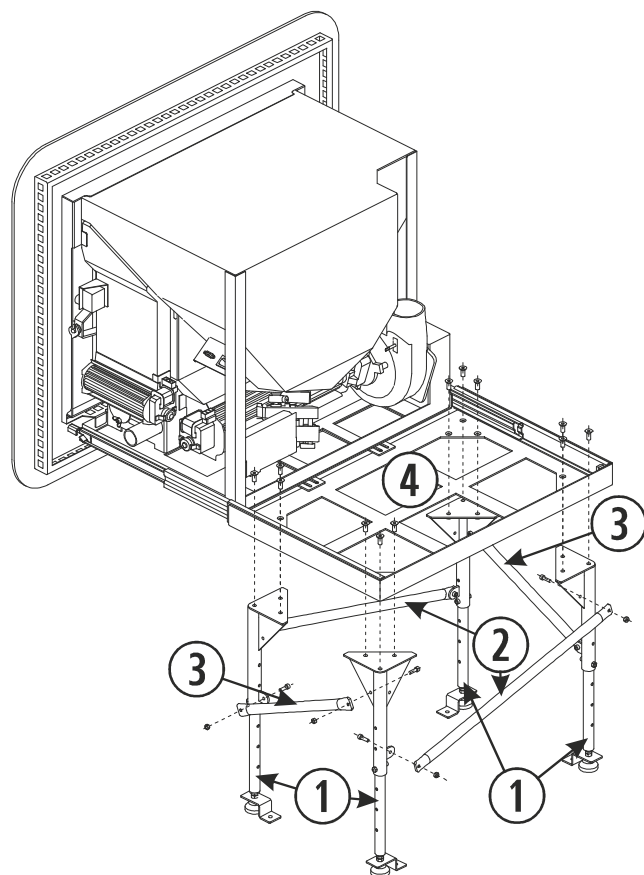

Figura 8
- 4.14.** Unire i 4 piedini formando un rettangolo, con i rinforzi laterali e frontali, come indicato nella *figura 8*.